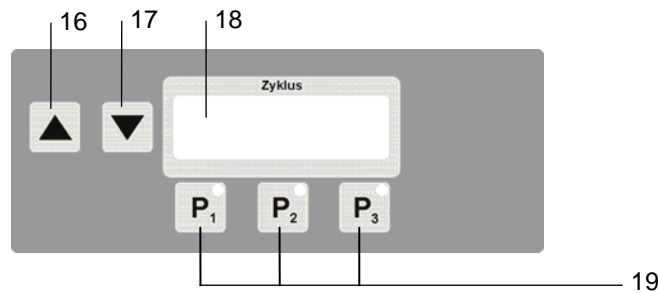

Bild 17: Programmtasten am Bedienfeld
Der Dampfsterilisator VARIOKLAV Typ 65 TC ist, wie in Kapitel 6.1.1 Programme beschrieben, mit Sterilisier-, Wartungs- und zusätzlichen Testprogrammen ausgestattet. Die drei Programmtasten (19) am Bedienfeld (6) (siehe Bild 17) sind mit kompletten Programmabläufen vorbelegt.